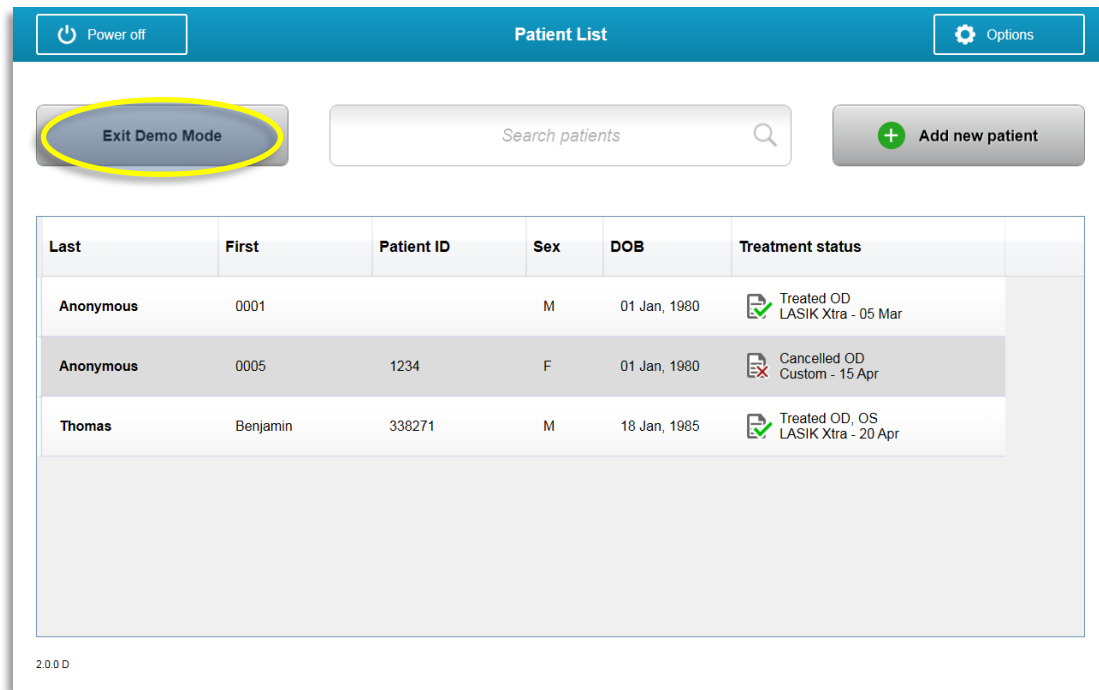
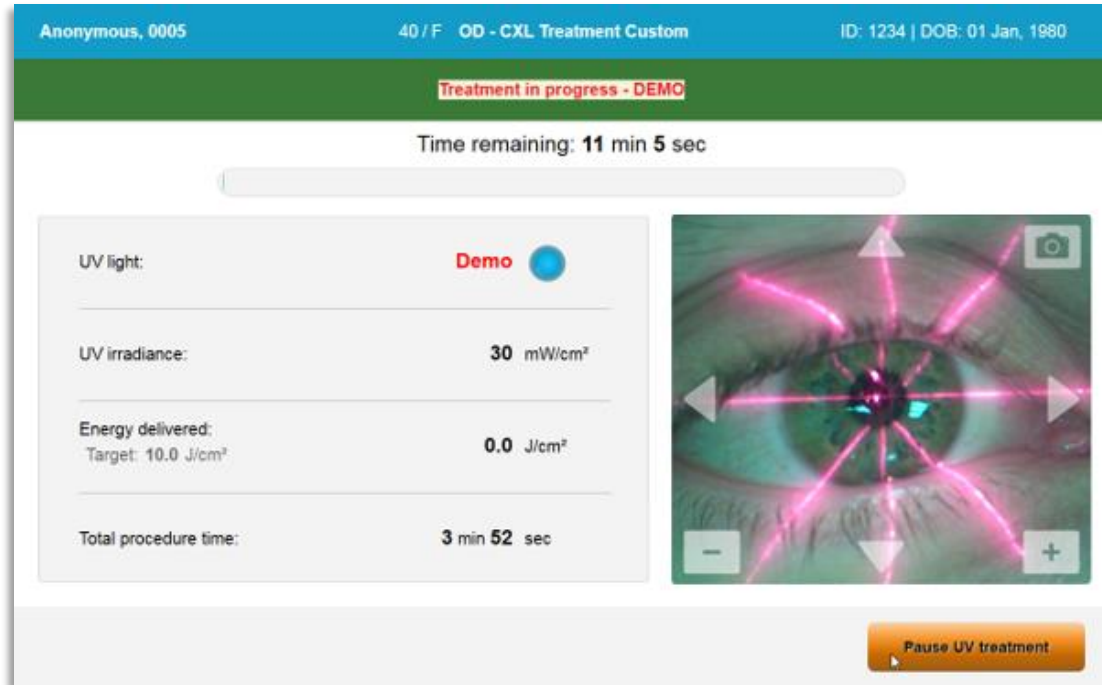

Figura 3-60. La Lista de pacientes indica el Modo de demostración
Figura 3-61. El Modo de demostración se indica en la parte superior de la pantalla
- o Las pantallas del sistema KXL indicarán que el sistema está actualmente en "Modo de demostración" (Demo Mode), como se muestra en la figura 3-60 y la figura 3-61.